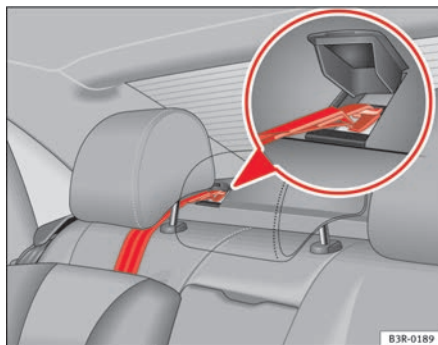

Fig. 35 Cinghia di fissaggio: regolazione corretta e montaggio
- Passare la cinghia di fissaggio del Top Tether sotto il poggiatesta del sedile posteriore ⇒ **fig. 35** (sollevare il poggiatesta se necessario).
- Sollevare la copertura dell'ancoraggio del pianale (vedi dettaglio) ⇒ **fig. 35**.